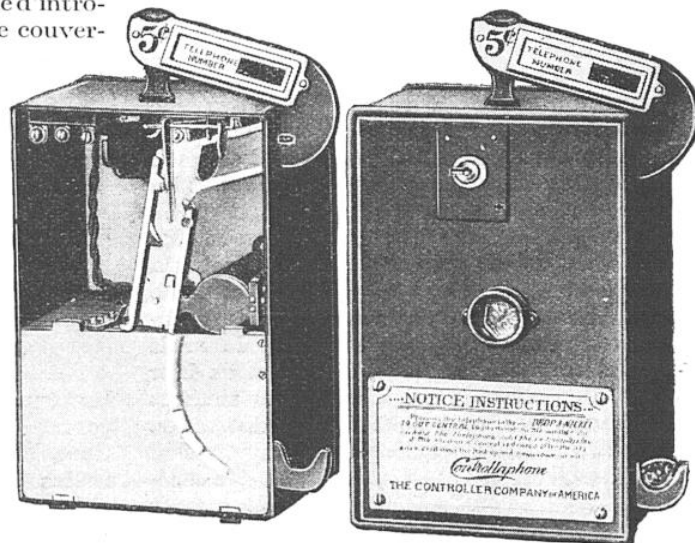

FIG. 14. — VUES INTÉRIEURE ET EXTÉRIEURE DE LA BOÎTE À PAIEMENT STROUD
M. H. D. Stroud, de la Controller Company, a construit un appareil (fig. 14) qui représente sur celui de la Western Electric Company, l'avantage de diminuer encore le travail de la téléphoniste.